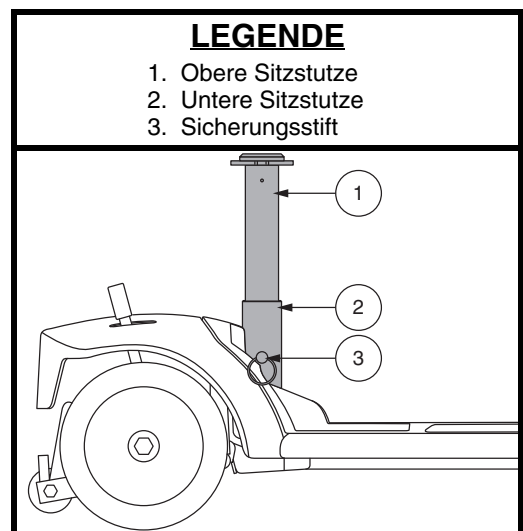

Abb. 19. Einstellung der Sitzhöhe
Der Sitz kann in verschiedenen Höhenstellungen eingestellt werden. **Siehe Abb. 19.**
2. Entfernen Sie die obere Sitzstütze vom Elektromobil, indem Sie den Sicherungsstift aus dem unteren Teil der Sitzstütze nehmen. Ziehen Sie die Stütze dann senkrecht nach oben aus dem Elektromobil. **Siehe Abb. 19.**